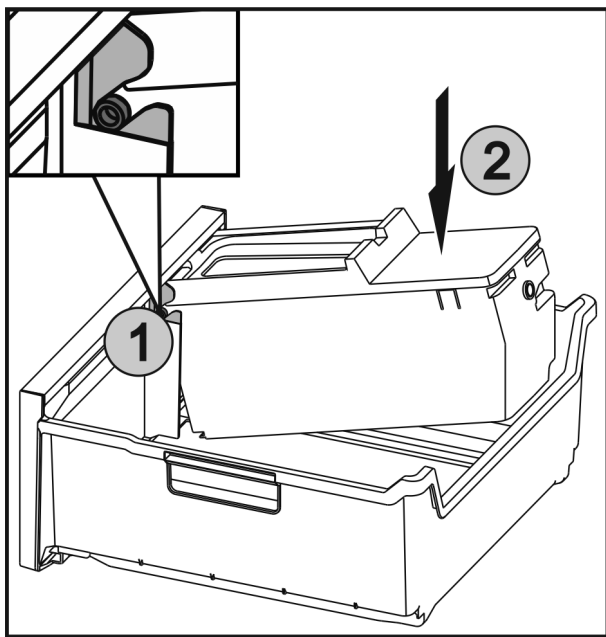

Fig. 73
- ▶ Вкарайте осите Fig. 73 (1) на EasyTwist-Ice във водачите и натиснете задната страна Fig. 73 (2), докато езичето се фиксира.